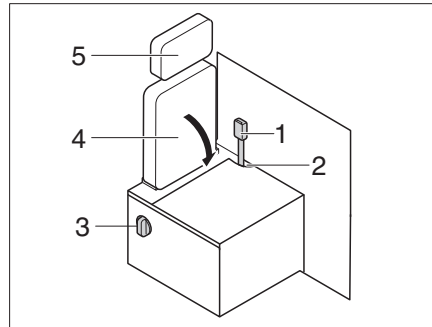

Fig. 218 Transformación del modo marcha al modo espacio de estar
- Desmontar reposacabezas (Fig. 218,5) (véase el capítulo 5.7).
- Colocar la hebilla de cinturón (Fig. 218,1) en el orificio (Fig. 218,2).
- Accionar la palanca giratoria (Fig. 218,3) y plegar el respaldo del asiento (Fig. 218,4).
▷ Proceder en orden inverso al pasar del modo espacio de estar al modo marcha. Asegurarse de que la hebilla del cinturón pase por el orificio (Fig. 218,2).